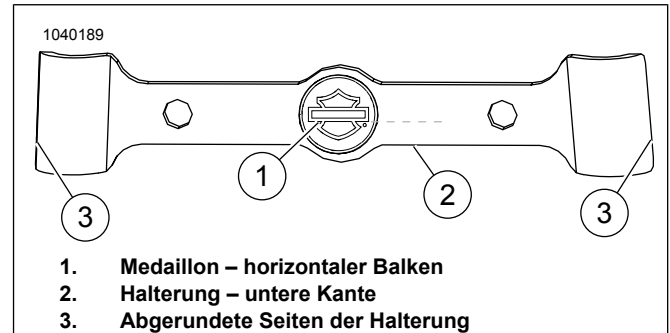
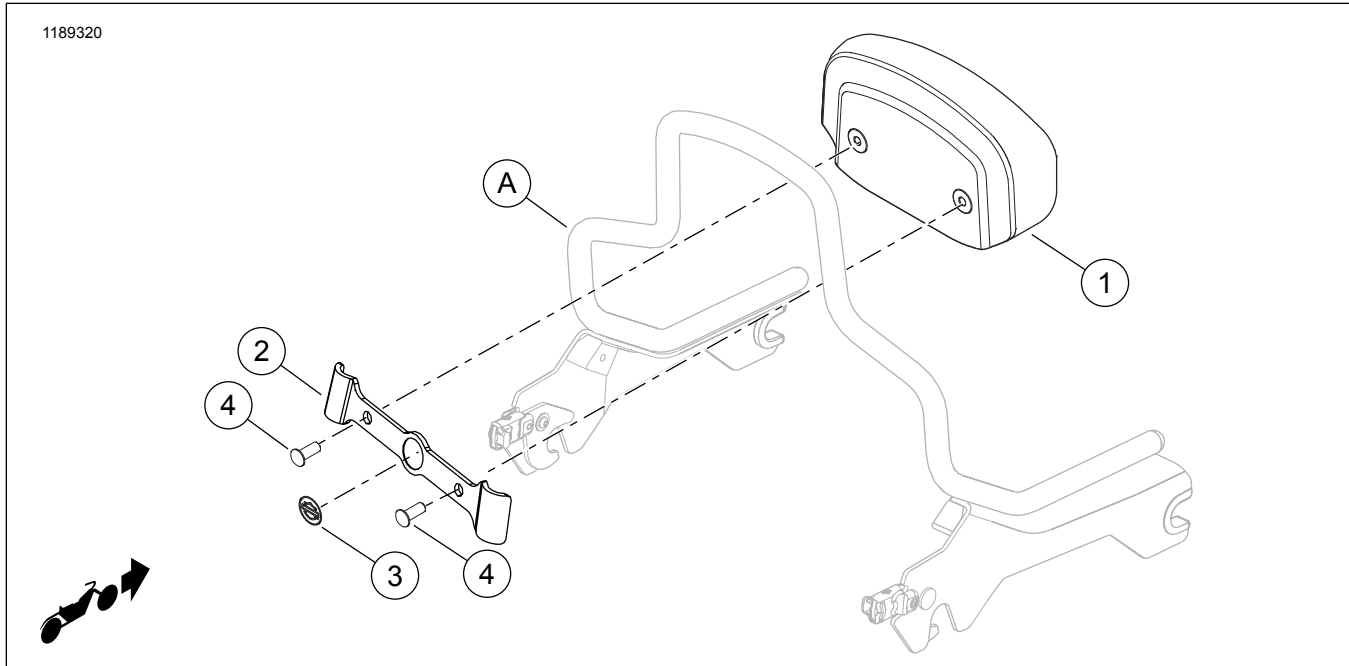

Abbildung 2. Medaillon-Ausrichtung
Abbildung 3. Ersatzteile: Softail-Rückenlehnenpolstersatz – Kompakt
Siehe Abbildung 3 und Tabelle 1.
Siehe Abbildung 2 >. Die Seiten der Halterung (3) sind nicht symmetrisch. Die Breite ist oben geringer als unten.
Siehe Abbildung 2 >. Horizontalen Balken (1) auf dem Medaillon an der unteren Kante (2) der Halterung ausrichten. Die zwei Elemente müssen parallel sein.
- Siehe Abbildung 3 >. Bei Bedarf die Regenschutzfolie über den Schraubenlöchern im Rückenlehnenpolster (1) vorsichtig wegschneiden, damit die Folie nicht vom Gewinde mitgezogen und beschädigt wird.
- Die Schutzfolie von der linken und rechten Seite der Halterung (3) abziehen.
- Siehe Abbildung 2 >. Die Seiten der Halterung (3) sind nicht symmetrisch. Die Breite ist oben geringer als unten.
- Vor dem Einbauen der Halterung (2) mit einer 1:1-Mischung aus Isopropylalkohol und Wasser die Oberfläche des Soziusbügels (A) gründlich reinigen. Vollständig trocknen lassen. Bei Umgebungstemperatur anbringen 10–32 °C (50–90 °F)
- Die Halterung (2) positionieren und fest auf den Soziusbügel drücken.
6. Siehe Abbildung 3 >. Eine Schraube (4) aus dem Satz durch die Halterung (2) einsetzen und vorsichtig 4 bis 5 Umdrehungen in das zugehörige Loch im Rückenlehnenpolster einschrauben. Diesen Vorgang für die andere Schraube wiederholen. **Schrauben ERST festdrehen, wenn beide Schrauben angebracht wurden.**